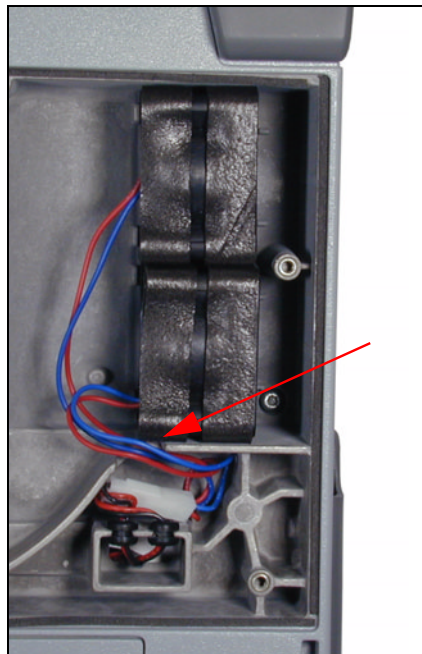

图 5-5 更换风扇，引入导线
9. 重新接上插塞连接，并把导线引入预留的孔中（参见图 5-5）。